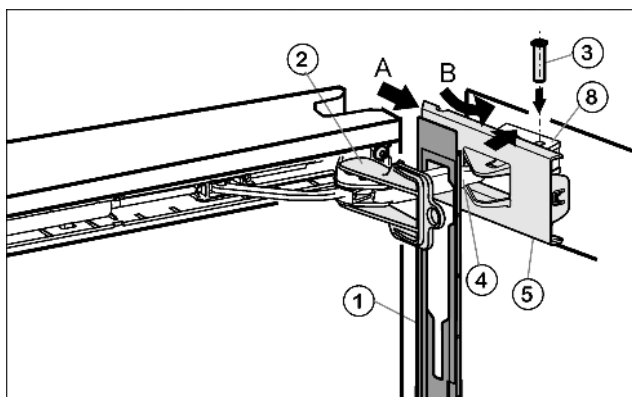

*Fig. 15*
- ▶ Освободите крышку *Fig. 15 (9)* из накладки *Fig. 15 (1)* и снова установите её на другой стороне.
- ▶ Зацепите (A) и поверните (B) верхний узел амортизатора закрывания дверцы шарниром на стороне шарнира.
- ▶ Прикрутите узел амортизатора закрывания дверцы (2 шт. Torx® 15) *Fig. 15 (7)*.